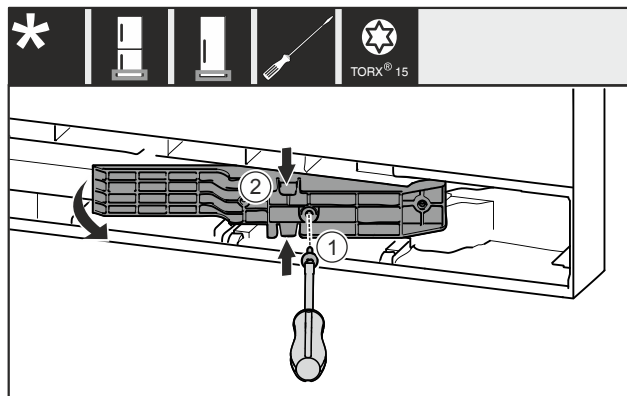

Fig. 18 *
- ▶ Odstranite vijak Fig. 18 (1)*
- ▶ Potisnite prilagodilnik Fig. 18 (2) zgoraj in spodaj rahlo skupaj in odstranite.*